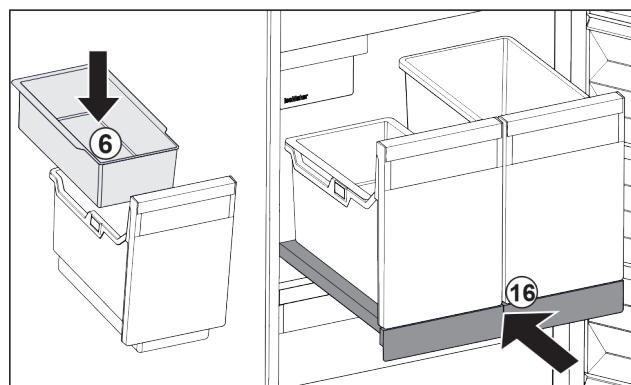

Fig. 87
- Installer le balconnet Fig. 87 (6) pour glaçons.
- Rentrer le compartiment coulissant avec le bac (IceTower). Fig. 87 (16)